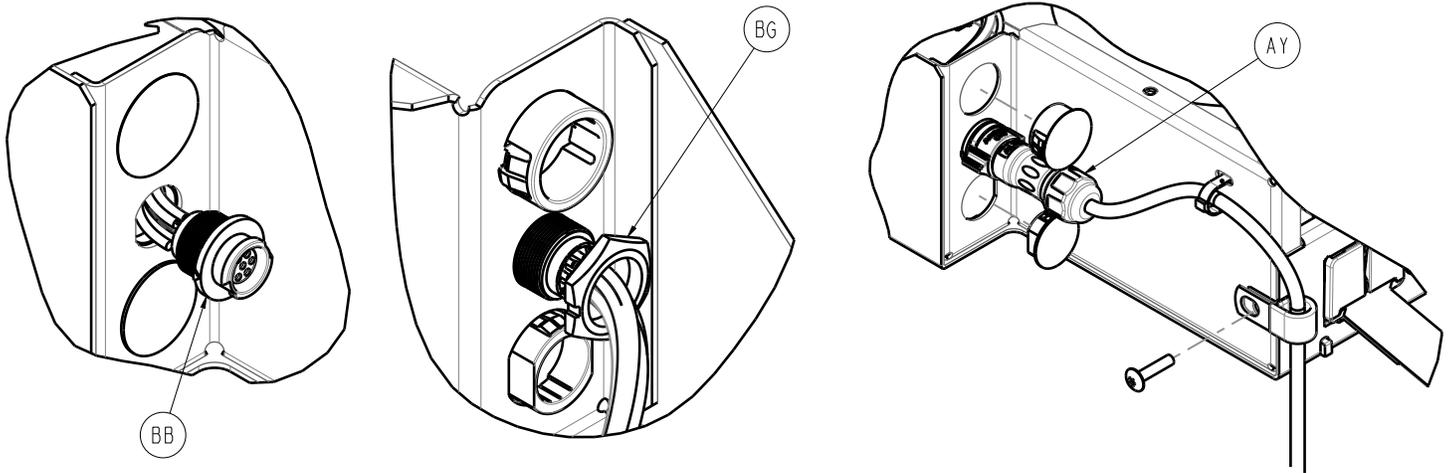

Figure 14 – Câbles
2. Avec les doigts, débrancher le câble magnétique détachable (297300560804) (AY) de la boîte côté pieds et tourner le verrou tournant dans le sens antihoraire (Figure 14).